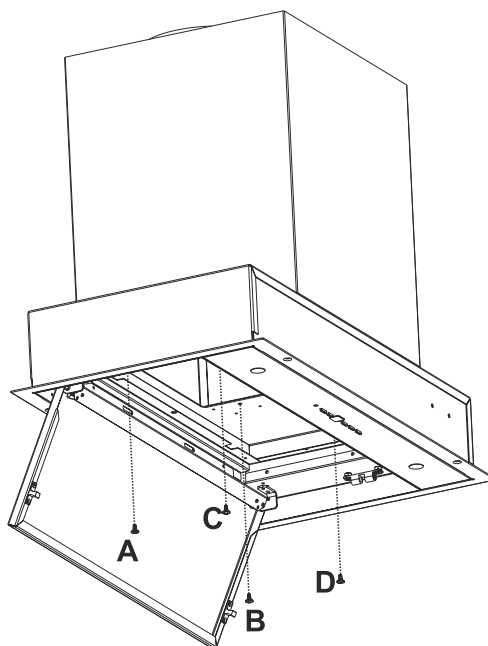

Fig. 23
3. Skruva ut skruvarna vid punkterna A, B, C & D som håller fast motorskåpet. Ta sedan bort motorskåpet (Fig. 23).